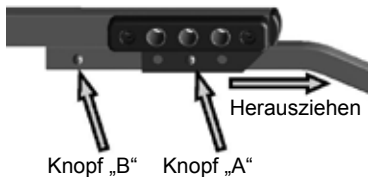

Abb. 8
- Die Kippschutzarme von dem Grundgestell abnehmen. Dazu den Druckknopf „A“ für die Positionseinstellung eindrücken (Abb. 8) und den Kippschutz soweit wie möglich herausziehen. Dann den Halteknopf „B“ am Ende des Kippschutzes drücken und den Arm vollständig aus dem Grundgestell gleiten lassen.